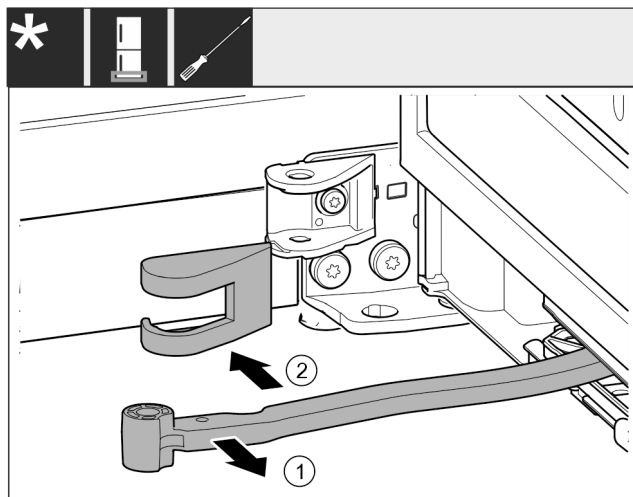

Fig. 18
- ▶ Otočte kloub Fig. 18 (1) směrem ke dveřím.
- ▶ Odstraňte kryt stojanu ložiska Fig. 18 (2).